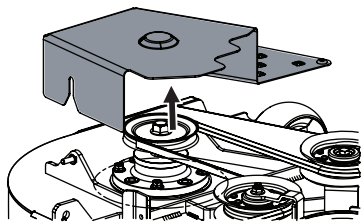

Figure 55
- Retirez le couvercle des courroies du plateau (Figure 55).